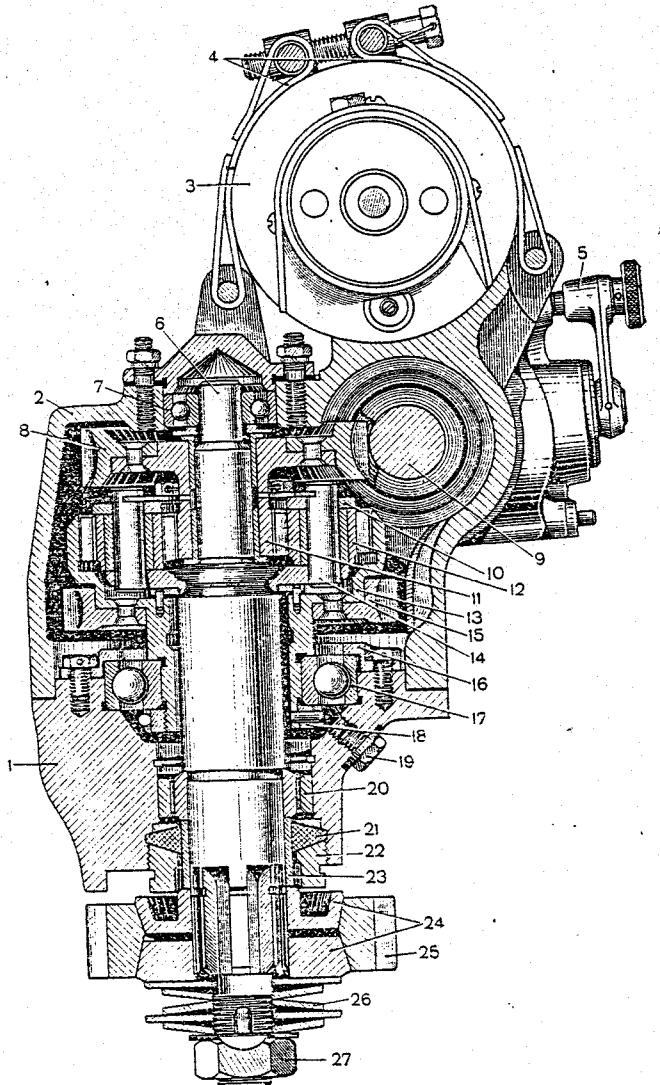
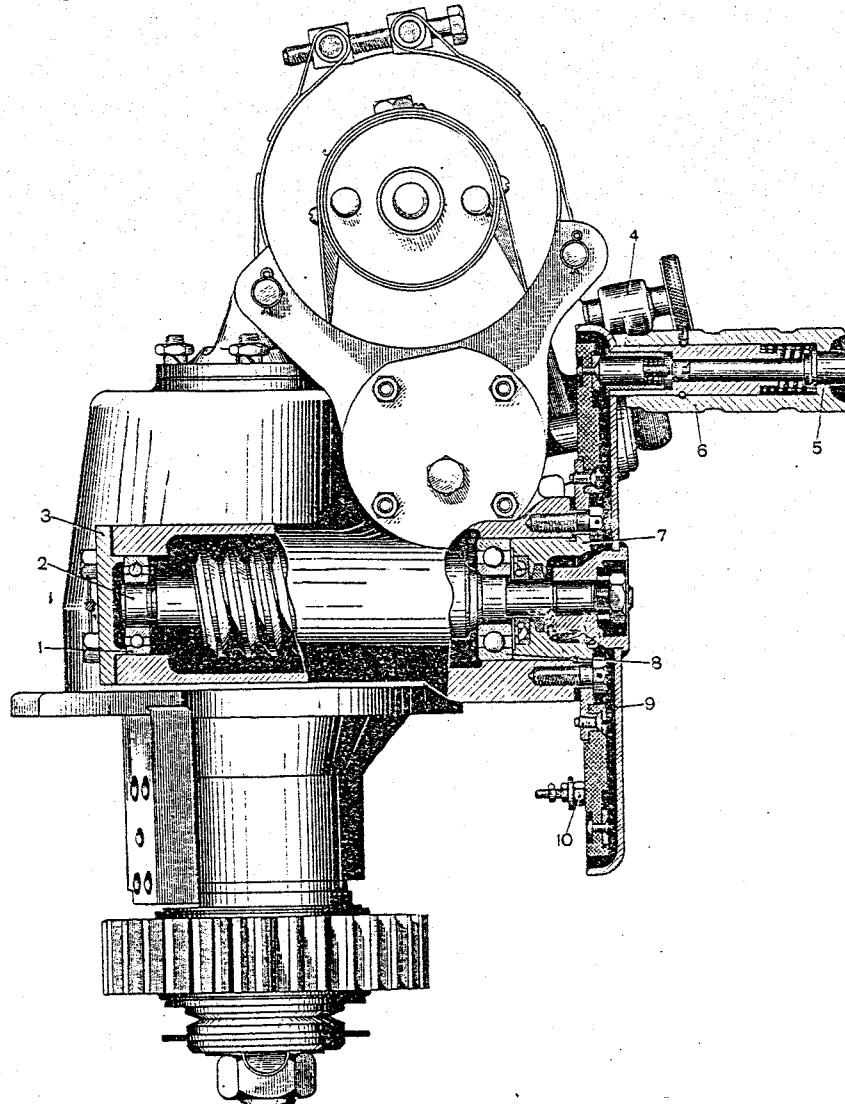

Рис. 40. Механизм поворота башни (разрез по главному валу):
Рис. 41. Механизм поворота башни (разрез по нижнему червяку):
В картере механизма поворота башни смонтированы обе червячные пары и планетарный блок, состоящий из солнечной шестерни 11 (рис. 40), водила с сателлитами 12 и эпicyклической шестерни 13 (рис. 40), водило выполнено заодно с главным валом 6, который устано- ни 13. Водило выполнено заодно с главным валом 6, который уста-
Эпicyклическая шестерня с приклепанной к ней бронзовой червячной шестерней 15, находящейся в зацеплении с нижним червяком 2 (рис. 41), установлена в шарикоподшипнике 17 (рис. 40).
Солнечная и эпicyклическая шестерни находятся в постоянном зацеплении с сателлитами 12 (рис. 40), свободно вращающимися на осях 14, закрепленных во фланце главного вала.
Нижний червяк с маховиком 9 (рис. 41), имеющим рукоятку 6, установлен на двух шарикоподшипниках 1 и 8 под углом 90° по отношению к верхнему червяку. В маховике смонтировано кнопочное устройство электроспуска пулемета.
На шлицевом конце главного вала механизма поворота посажены два бронзовых конуса 24 (рис. 40), которые прижимаются к коническим поверхностям ведущей шестерни 25 тремя пружинными шайбами Бельвиля 26. Поджатие шайб регулируется гайкой 27.
3. Вращать башню с максимальной скоростью в течение 15 секунд, а затем быстро выключить электромотор. При этом фрикцион должен пробуксовывать, что можно определить по смещению рисок. Смещение рисок должно быть в пределах 5—20 мм. При отсутствии пробуксовки слегка ослабить шайбы Бельвиля, отпустив гайку 27 (рис. 40), и повторить проверку.